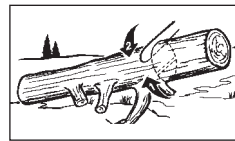

Fig. 13B
2. Stam is aan één uiteinde ondersteund: zaag eerst van onderaf ongeveer 1/3 van de diameter van de stam door om splinters te voorkomen. Zaag vervolgens van bovenaf tot aan de eerste snede. Zo verwijdt u dat de zaag klem komt te zitten (Fig. 13B).